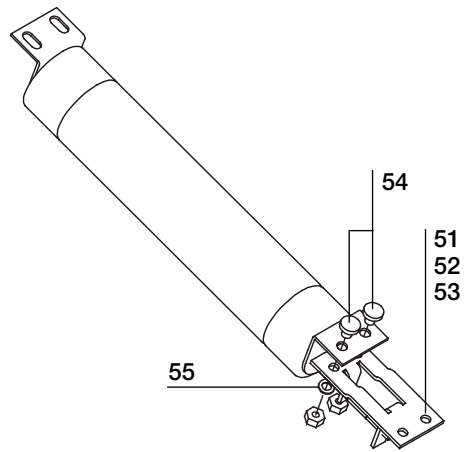

Fig. 6a
a) Montaggio degli adattatori (fig. 6a)
a) Assembling the adapters (fig. 6a)